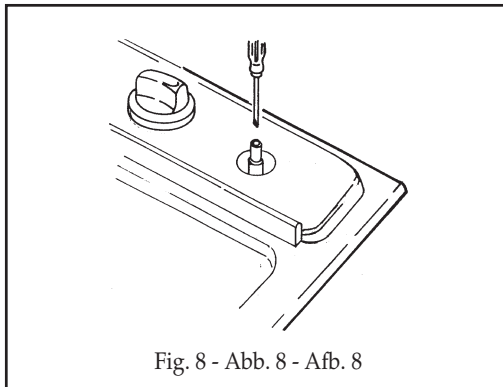

Fig. 8 - Abb. 8 - Afb. 8
- per la regolazione del minimo agire con opportuno cacciavite sulla vite posta sul rubinetto (Fig. 8) dopo averlo ruotato in posizione di minimo. Per GPL (butano/propano) avvitare a fondo.
- to adjust to the minimum, use a screwdriver on the screw placed on the tap (Fig. 8) after turning the tap to its minimum position. For LPG (butane/propane) screw tight.
- pour le réglage au minimum, tournez à l'aide d'un tournevis approprié la vis dans l'axe du robinet (Fig. 8) après avoir placé le robinet sur la position du minimum. Pour GPL (butane/propane) serrez à fond.
- bei der Einstellung des Mindestwertes, den Hahnhebel auf das Minimum drehen und die Einstellschraube am Hahn mit entsprechendem Schraubenzieher drehen (s. Abb. 8). Bei Betrieb mit Flüssiggas (Butan- /Propangas) Einstellschraube fest anziehen.
- para la regulación del mínimo, usar un destornillador apropiado en el tornillo puesto sobre la llave (Fig. 8) después de averlo girado en la posición de mínimo. Para GPL (Butano/propano) atornillar a fondo.
- teneinde het minimum in te stellen draait men met een schroevendraaier de schroef aan de kraan (z. afb. 8), nadat deze op het minimum gedraaid werd. Bij toestellen die op vloeibaar gas (butaan/propan) werken moet men de stelschroef vast aandraaien.
- para a regulação do mínimo agir com uma oportuna chave de parafuso colocado na torneira (Fig. 8) depois de o ter rodado à posição mínimo. Para GPL (butano/propano) ataraxar a fundo.